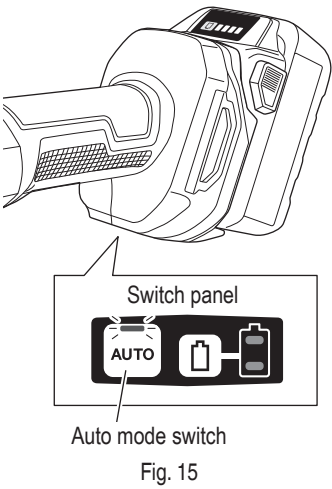

Fig. 15
12. About the mode change function (Fig. 15)